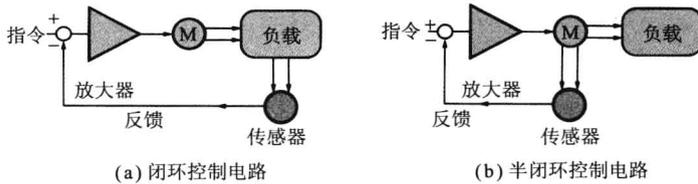

图 1.4 闭环控制电路与半闭环控制电路的区别
- ① 开环电压控制。
- ② 闭环控制。这是一种将速度传感器装在负载上的反馈控制方法,如图 1.4(a)所示。
③ 半闭环控制。这是一种将速度传感器直接装在电机轴上的反馈控制方法,如图 1.4(b)所示。